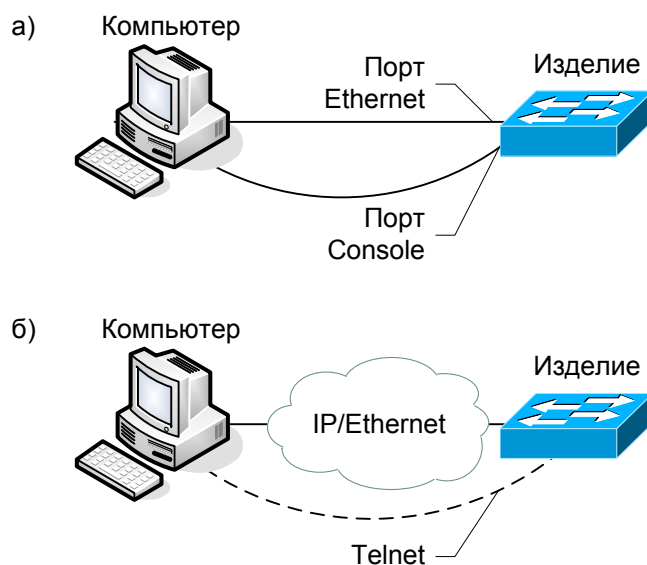

Рис. 4. Примеры подключения изделия для сохранения и загрузки конфигурации или обновления программного обеспечения
2. Подключите один из портов изделия к сети. Примеры подключения показаны на Рис. 4.
2. Подключите один из портов устройства к сети. Примеры подключения показаны на Рис. 4.
1. Подключите компьютер, содержащий архив программного обеспечения, к коммутатору как показано на Рис. 4.